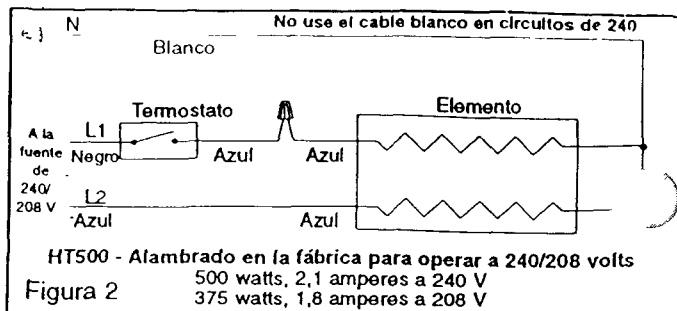

Figura 2
3. Para operar el calentador con 208 a 240 volts, conecte el alambrado de la fuente eléctrica al alambrado eléctrico del calentador de acuerdo con el diagrama de alambrado de la figura 2. **NO USE EL CABLE BLANCO MARCADO "N" PARA EL ALAMBRADO DE 208 A 240 VOLTS.**